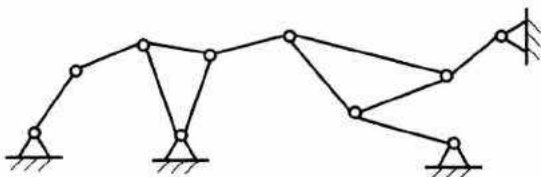

图 2-1
1. 试计算图 2-1 所示机构的自由度,并选择原动构件,请在原动件上标注箭头,分拆杆组,使其成为 II 级机构。